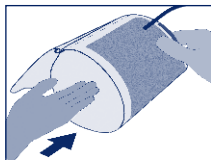
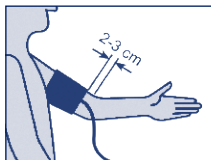

Figura 1
Figura 2
- Infilare il bracciale sul braccio fino a quando il bordo inferiore del bracciale si trova a 2-3 cm al di sopra dell'incavo del braccio (Figura 1, Figura 2).